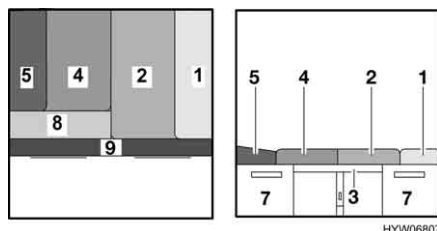

Fig. 44 Dopo la trasformazione
- Posizionare i due cuscini del divano (Fig. 44,2 e 4) al centro.
- Spingere i cuscini dello schienale (Fig. 44,1 e 5) tra i cuscini del divano e la parete.
- Appoggiare i cuscini aggiuntivi (Fig. 44,8 e 9) sulla prolunga del cassone letto.